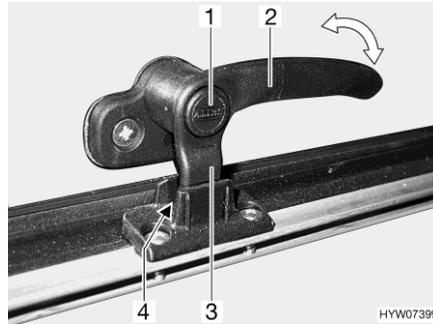
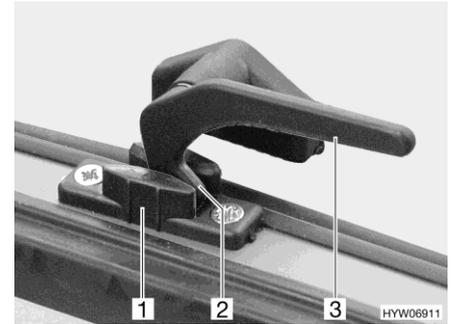

Fig. 90 Palanca de bloqueo con botón de seguridad en la posición de "ventilación continua"
Fig. 91 Palanca de bloqueo en la posición de "ventilación continua"
- En la posición "ventilación continua" (Fig. 90 y Fig. 91)
- Si existe, pulsar el botón de seguridad (Fig. 90,1) y mantenerlo pulsado.
- Girar la palanca de bloqueo (Fig. 90,2 ó Fig. 91,3) un cuarto de vuelta hacia la mitad de la ventana.
- Girar de nuevo hacia atrás la palanca de bloqueo. El saliente de bloqueo (Fig. 90,3 ó Fig. 91,2) de la palanca de bloqueo se ha de introducir para ello en el rebaje del bloqueo de la ventana (Fig. 90,4 ó Fig. 91,1).
- Si existe, soltar el botón de seguridad (Fig. 90,1).